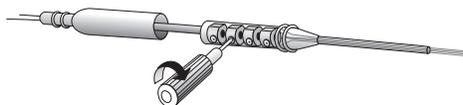

**Figure 14.** Insérer l'électrode dans le connecteur à vis de l'extension.
3. Insérer complètement l'électrode dans le connecteur de l'extension. Les quatre bandes métalliques de l'électrode doivent être alignées sous les quatre vis de fixation (Figure 14).